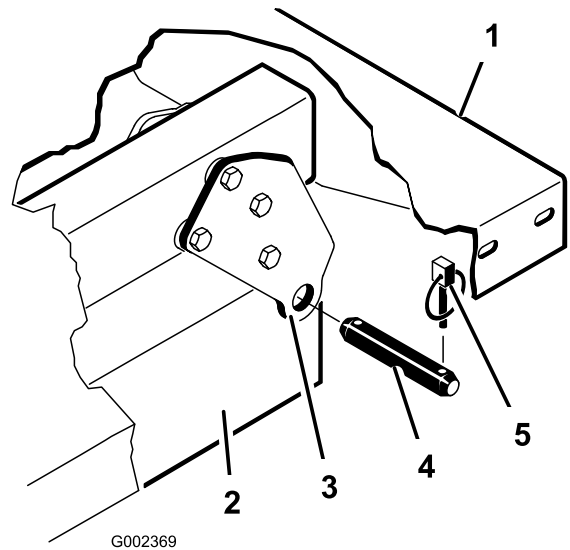

Figura 4
3. Retire os pinos de forquilha que prendem as extremidades da haste do cilindro nas placas de montagem da caixa empurrando os pinos para dentro (Figura 4).
4. Retire os pinos de sujeição e os pinos de forquilha que prendem os apoios da articulação nos canais da estrutura (Figura 4).